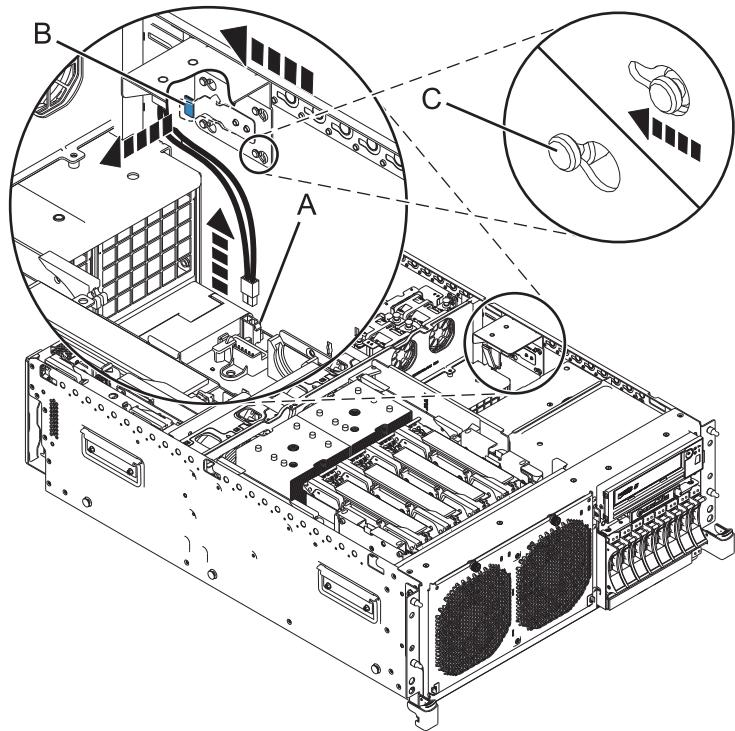
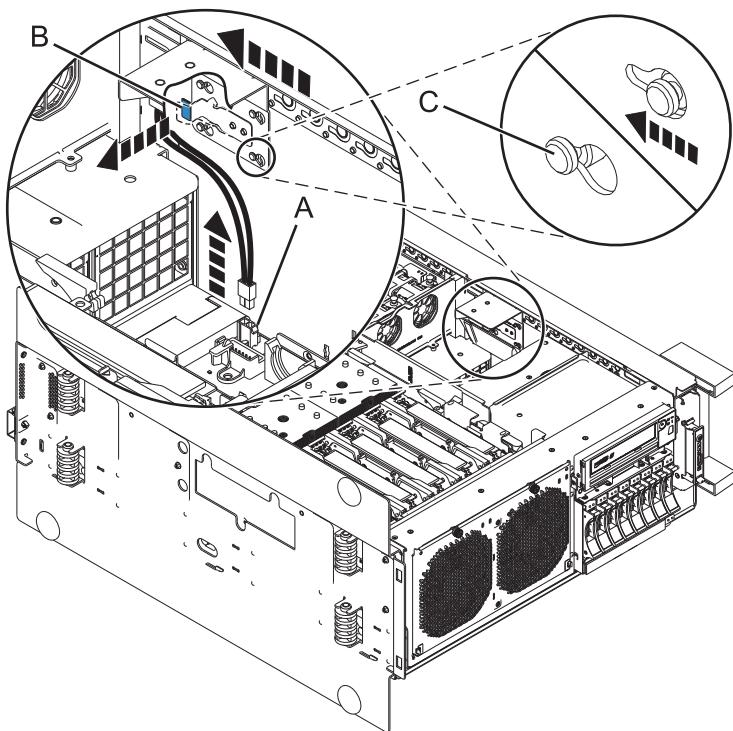

図1. ラック・マウント型システムのパワー・インターロック・スイッチの取り外し
図2. スタンドアロン型システムのパワー・インターロック・スイッチの取り外し
7. 3 ページの図 1 と 4 ページの図 2 に示すように、シグナル・ケーブルを (A) のシステム・ボードの接続場所から切り離します。